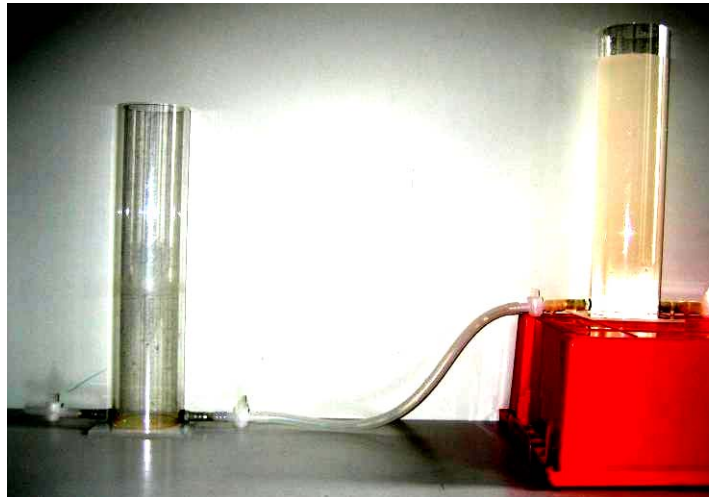

Abb. 9: Wie lange strömt das Wasser?
**Versuchsaufbau:** Abbildung 9